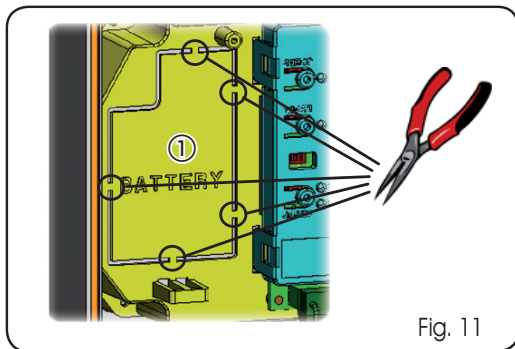

Fig. 11
Dicho soporte (ref.① en Fig.11) se ha preestampado para permitir la apertura del alojamiento de la batería.